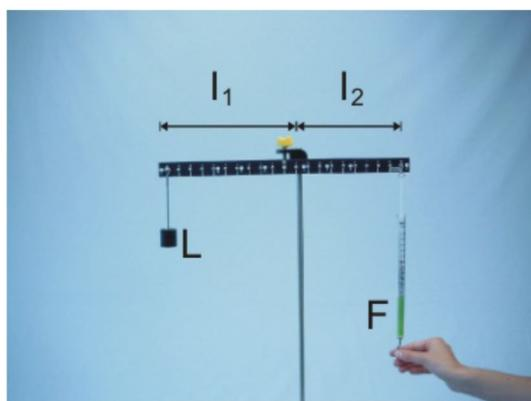

Fig. 6
- Appendi il dinamometro al lato destro della leva alla tacca 10 e riporta la leva in posizione orizzontale con il dinamometro (Fig. 6).